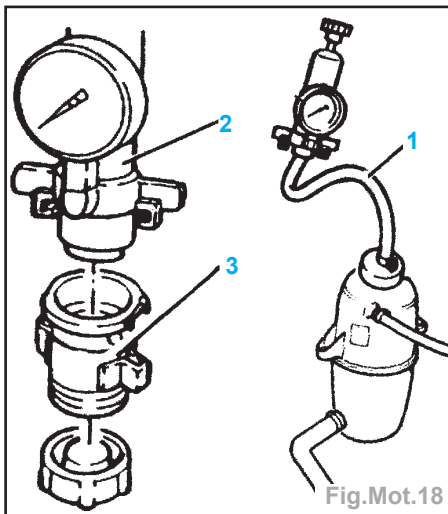

Fig.Mot.18
- Déposer le bouchon du vase d'expansion et mettre en place le raccord 1.895.362.007 du kit 1.895.377.000 et brancher la pompe 1.895.377.002 (1) (Fig.Mot.18).
- Mettre en place l'appareil de contrôle (2 et 3) sur le bouchon, mettre en pression jusqu'au déclenchement du clapet de décharge et contrôler la valeur (Fig. Mot.18).